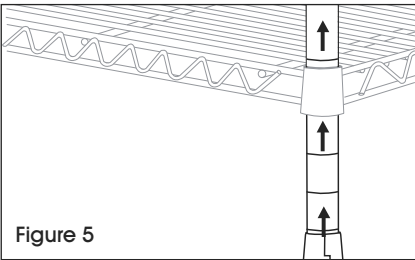

Figure 5
2. Insérez le montant par le dessous de la tablette jusqu'à ce que la tablette soit fermement insérée dans les supports. (Voir Figure 5)